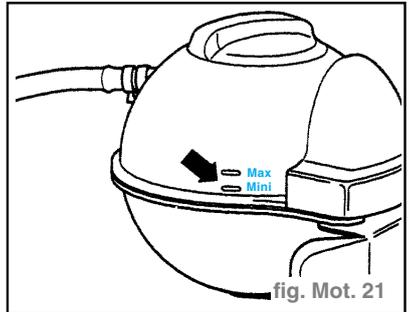

fig. Mot. 21
- Rétablir lentement le niveau du liquide de refroidissement jusqu'au repère maxi sur le vase d'expansion. Le remplissage dure env. **5 minutes**. (fig. Mot. 21)